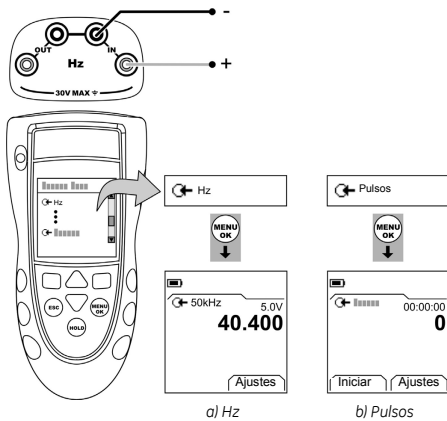

Figura 1: Ejemplo de configuración - Medición de Hz o número de pulsos
1. Conecte el instrumento (Figura 1) y, si es necesario, ajuste las opciones de *Configurar* (Tabla 1).